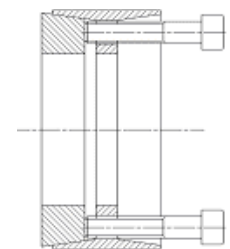

Bild 3
9.4 Die Anzahl an Spannschrauben, wie Abdrückgewinde im Flansch des Außenrings vorhanden sind in die Gewindebohrungen eindrehen, bis sie am hinteren Innenring anstoßen (siehe Bild 3).